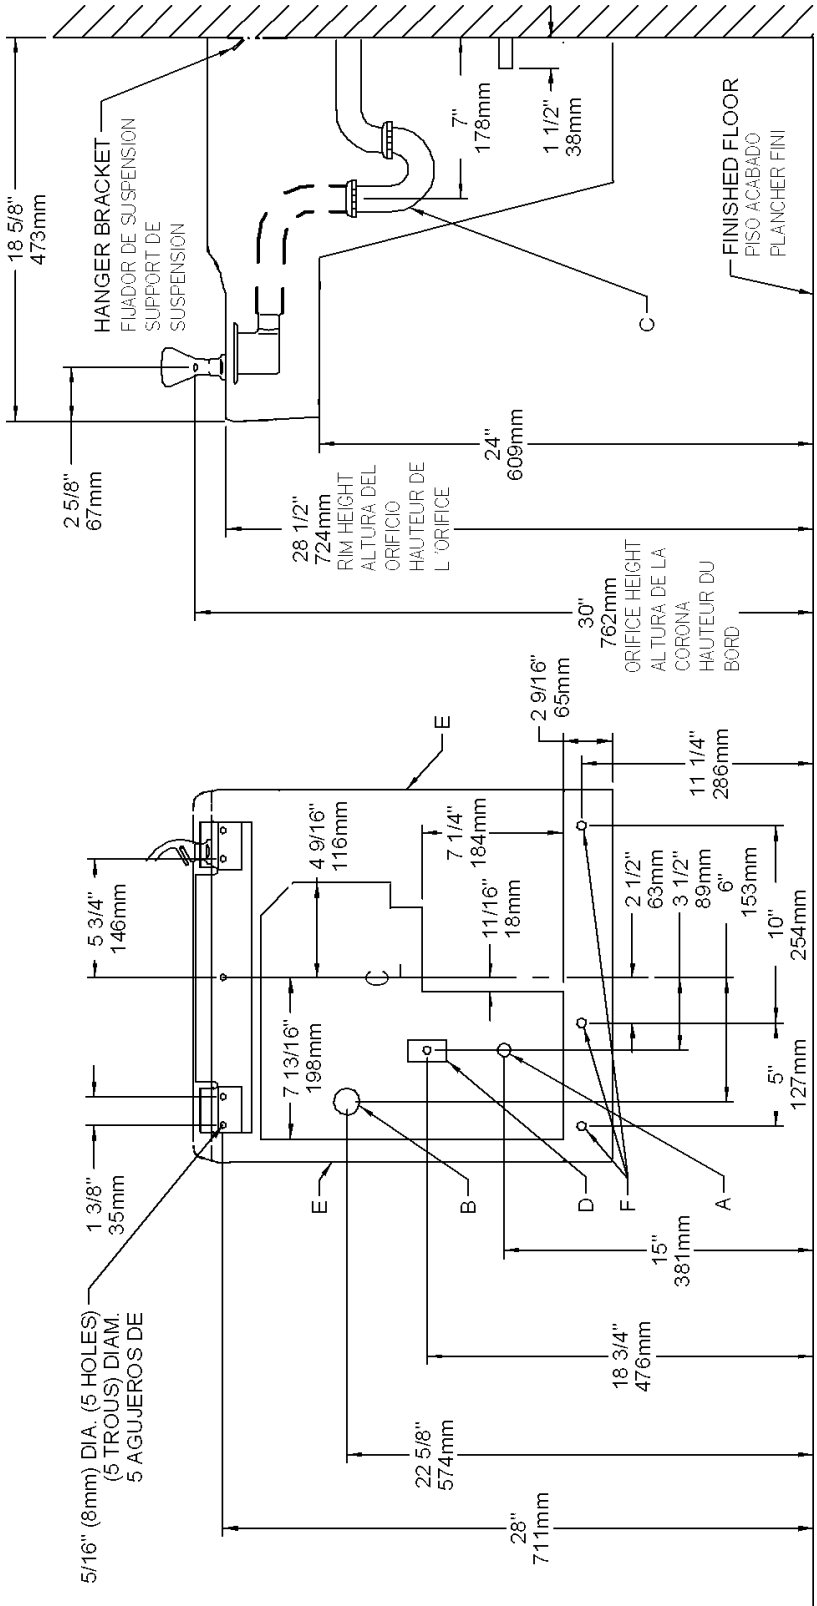

FIG. 2
- 1) Remove hanger bracket fastened to back of cooler by removing one (1) screw.
- 2) Mount the hanger bracket and trap as shown in Figure 2.
- 1) Quite gancho paréntesis abrochó para apoyar de más fresco quitando uno (1) tornillo.
- 2) Monta el paréntesis de gancho como mostrado en la Fig. 2.